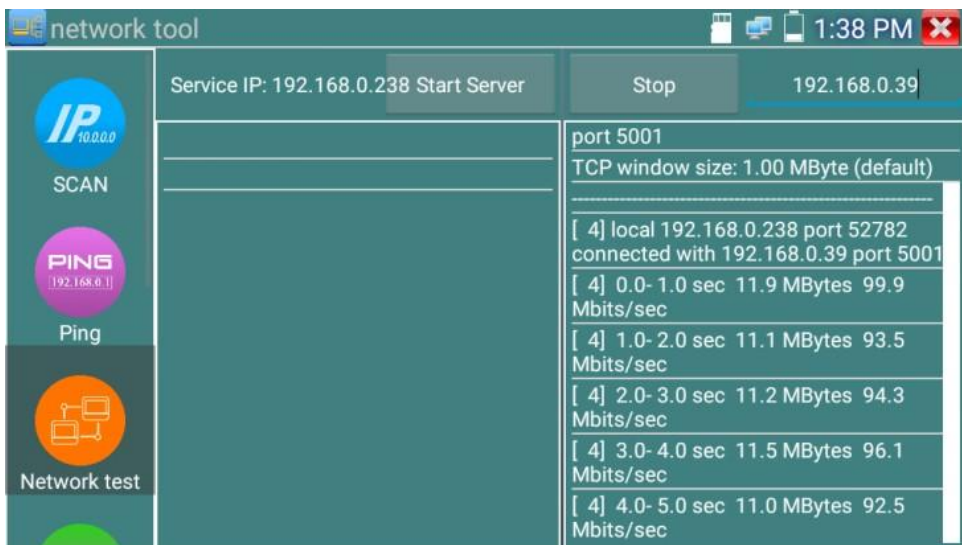

Рис. 90 Работа 2го тестера в режиме «клиент» при проверке пропускной способности сети
6. Нажмите кнопку «Старт» (Start), чтобы начать тестирование (рис. 90)